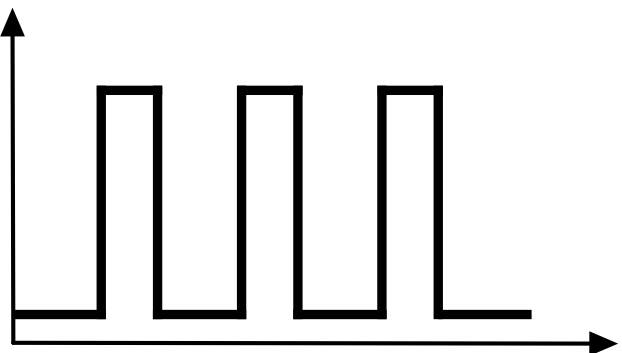

Рис.19. Индикация светодиода
- **Карта заблокирована (брелок заблокирован)** — карта найдена в списке карт, записанных в устройство, и для этой карты установлен статус «Заблокирована». Аналогично для брелка. В этом случае светодиод загорается три раза и на выход 1 подается три коротких импульса. После этого устройство возвращается в режим ожидания карты (брелка). Пример импульсов на выходе приведен на **Рис.19**.